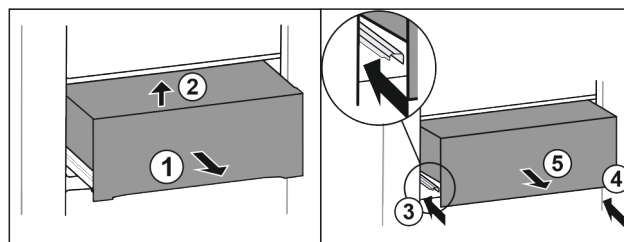

Fig. 30
- Zásuvku napůl vytáhněte Fig. 30 (1).
- Vpředu nadzvedněte Fig. 30 (2).
- Zasuňte levou kolejničku Fig. 30 (3).
- Zasuňte pravou kolejničku Fig. 30 (4).
- Zásuvku odeberte směrem dopředu Fig. 30 (5).